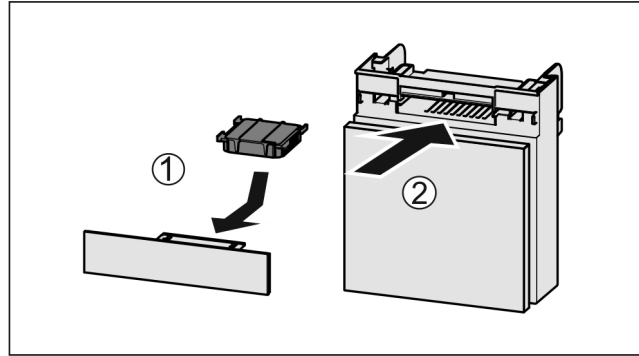

Fig. 190
- ▶ Helyezze be Fig. 190 (1) az aktívszén-szűrőt az ábrán látható módon.
- ▶ Tolja be Fig. 190 (2) a rekeszt.